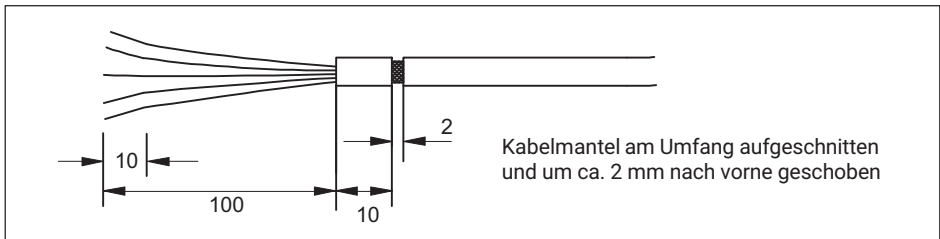

Abb. 8.1 Eingeschnittener Kabelmantel
1. Der Schirm ist zugänglich über einen eingeschnittenen Kabelmantel (siehe Abb. 8.1).